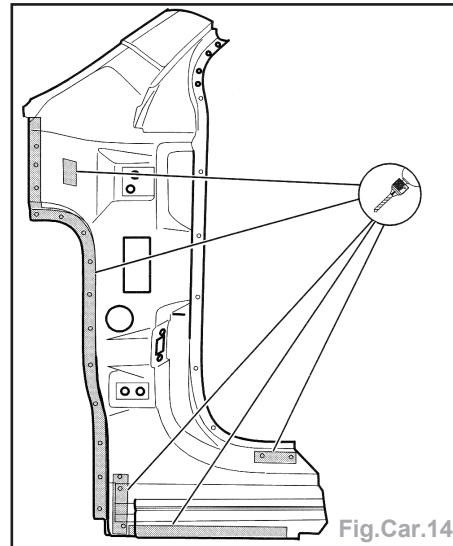

Fig.Car.14
- Percer des trous Ø 7 mm (Fig.Car.14).